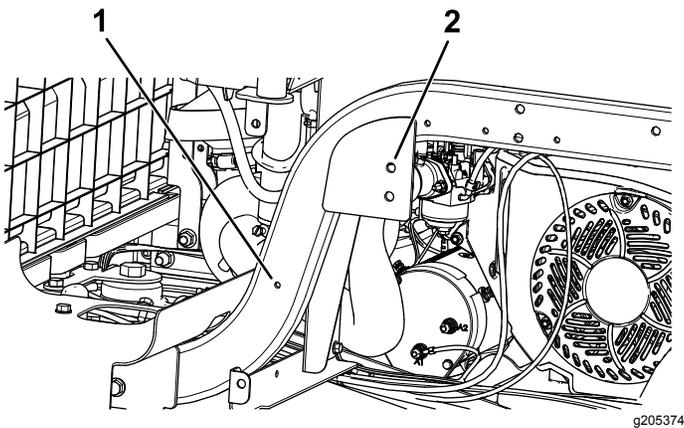

Figure 13
1. Placez un support de ROPS en face des 2 trous derrière la base des sièges et du trou vers l'avant du longeron, comme montré à la Figure 13.
3. Repérez l'emplacement des trous sur le support de ROPS (Figure 13).